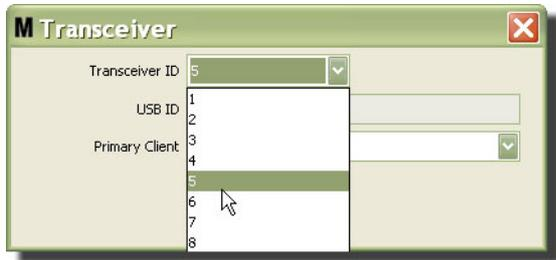

ABB. 89
4. Wenn Sie die Sendeempfänger-ID ändern möchten, klicken Sie auf den Pfeil, um das Dropdown-Menü anzuzeigen. Wählen Sie aus dem Dropdown-Menü eine Sendeempfänger-ID-Nummer aus, die noch nicht von einem Sendeempfänger im System benutzt wird (ABB. 89). Klicken Sie auf „OK“, um das Fenster zu schließen und die Änderungen zu speichern.